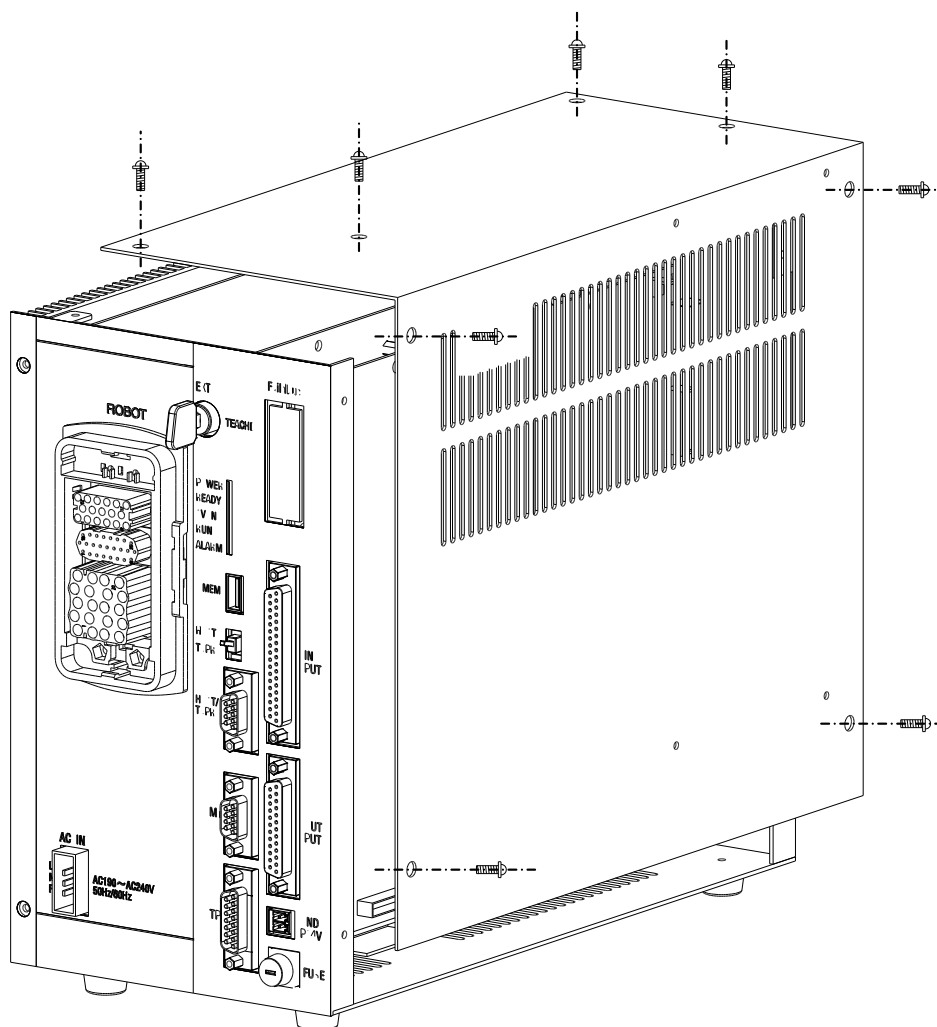

図 7.4 上部カバーの取外し (KSL3000)
- c) コントローラの保守は、上部カバーを取り外して行ないます。（図7.4参照）